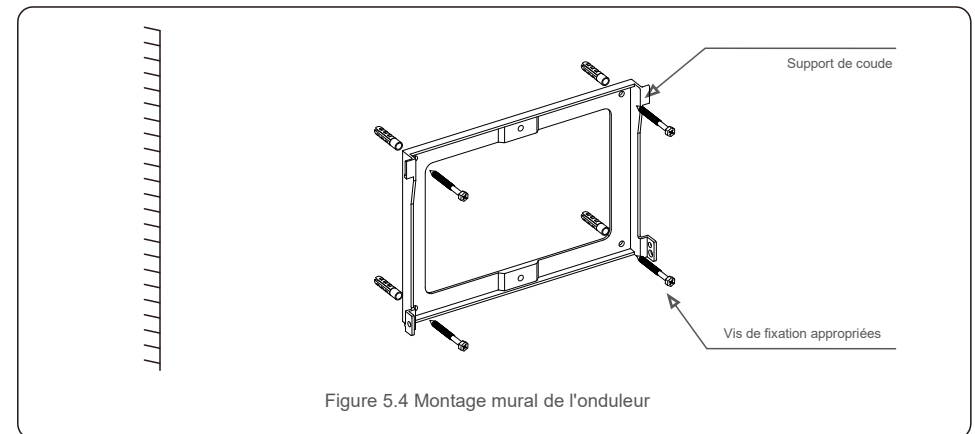

Figure 5.4 Montage mural de l'onduleur
Reportez-vous aux figures 5.4 et 5.5. L'onduleur doit être monté verticalement. Les étapes de montage de l'onduleur sont les suivantes :
1. Reportez-vous à la figure 5.4. Effectuez des trous pour les chevilles en fonction du diamètre du trou du support (Fisher HJ0108 10*50mm tubulaire extensible pour vis taraudeuses à tête hexagonale creuse ST6.3*60), en utilisant un perceuse à percussion avec un foret de 10 mm. Les trous doivent être bien perpendiculaires au mur. La profondeur de perçage des est de 60 mm.